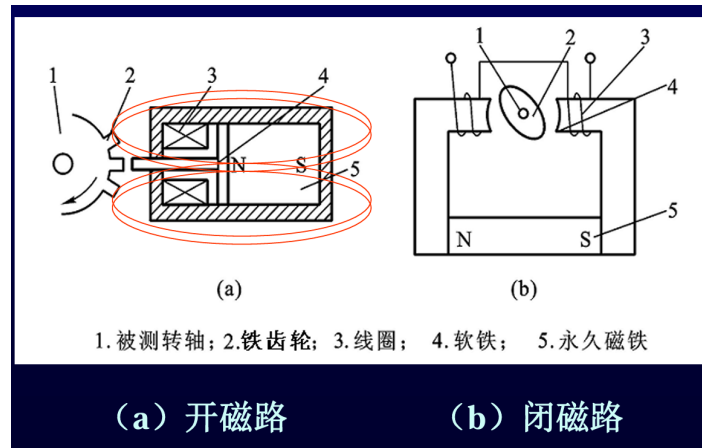

图 2: 变磁通式磁电传感器结构图
4. 变磁通式: 又称为变磁阻式, 线圈、磁铁静止不动, 测转速时, 转动物体 (齿轮的凹凸) 引起磁阻或磁通变化 (见图 2)。